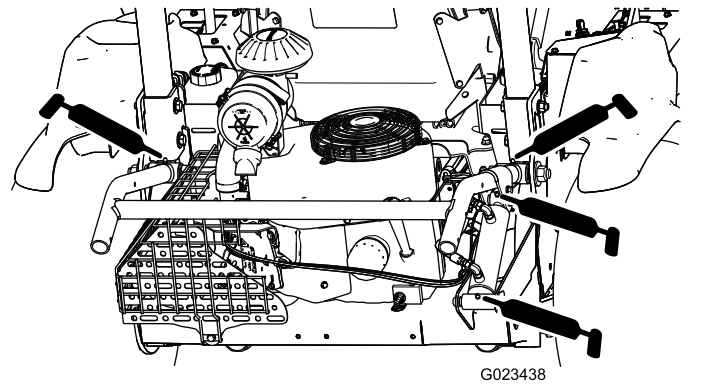

Figure 36
- Barre de relevage d'accessoire (4) – Figure 36